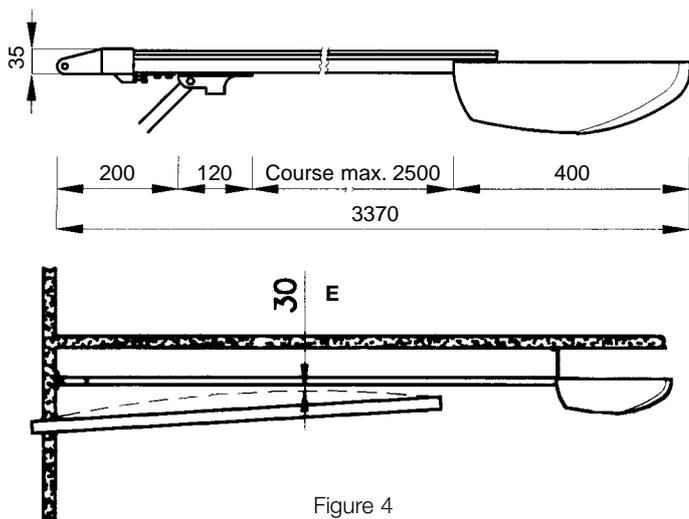

Figure 4
- Vérifier qu'il y a les espaces minimum et maximum indiqués dans la figure 4.
- Si la porte à automatiser est une porte basculante vérifier que la distance [E] de la figure 4, c'est-à-dire la distance minimum entre le côté supérieur du rail et le point maximum atteint par le bord supérieur de la porte, n'est pas inférieure à 30 mm, autrement GDS ne peut pas être installé.